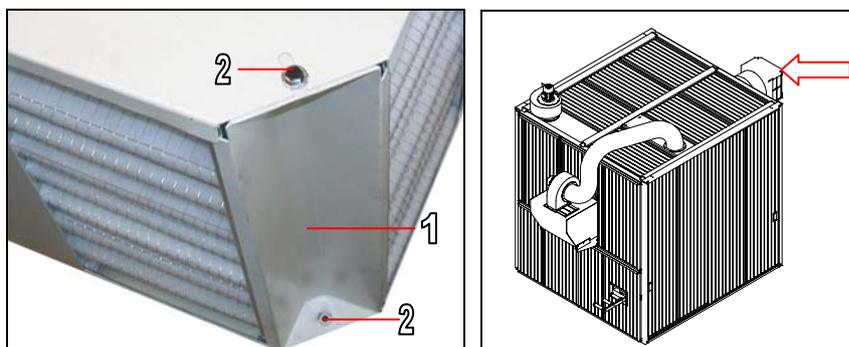

Fig.9.2
2. Estrarre i filtri a materassino dall'apposito alloggiamento sito sopra la batteria Fig.9.2.